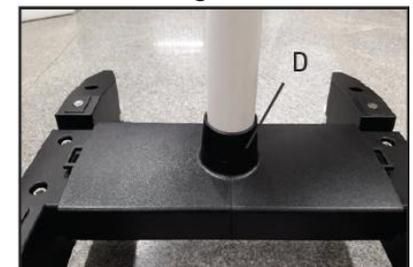

Fig. 37
2. Assurez-vous que lors du montage de la colonne, l'anneau D est fixé en place, comme indiqué sur la Fig.37.